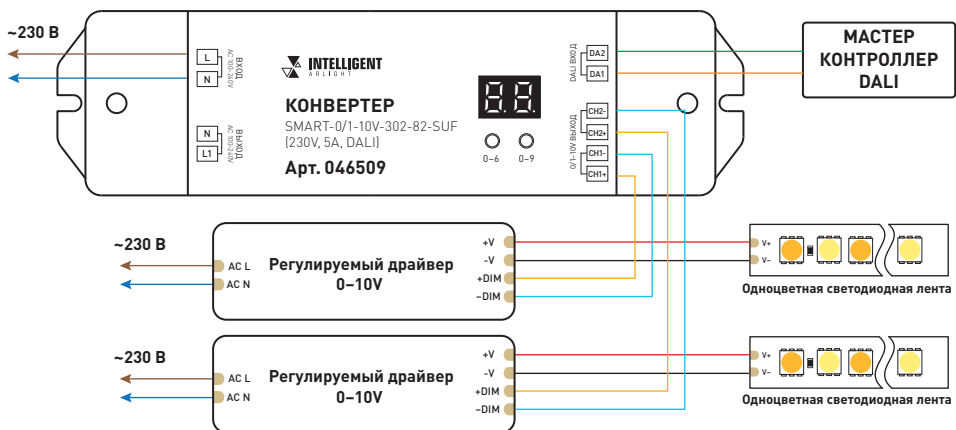

Рис. 1. Схема подключения конвертера без использования выхода реле
- 3.2. Подключите конвертер согласно выбранной схеме (см. рис. 1, 2).